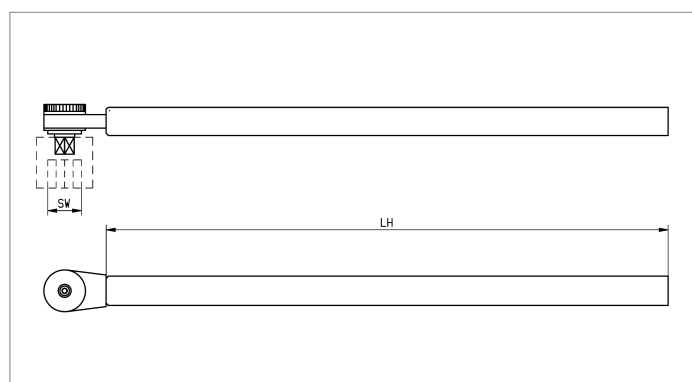

Bild G.1: Ratschenschlüssel
<p>Durch Drehen an der Spindel im Uhrzeigersinn wird gehoben, entgegen dem Uhrzeigersinn wird gesenkt.</p> <p>Empfohlen wird die Verwendung eines Ratschenschlüssels (siehe Bild G.1). Die Schlüsselweite (SW), die Hebelarmlänge (LH) sowie der nötige Kraftaufwand sind in Kapitel D „Technische Daten“ angegeben.</p>